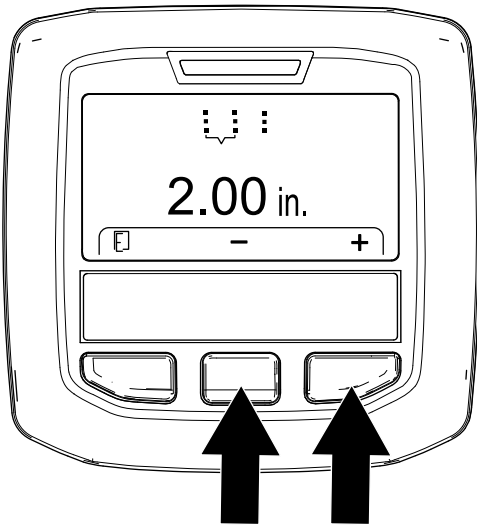

Figura 56
- Ajuste el espaciado de las perforaciones (Figura 56) del siguiente modo: